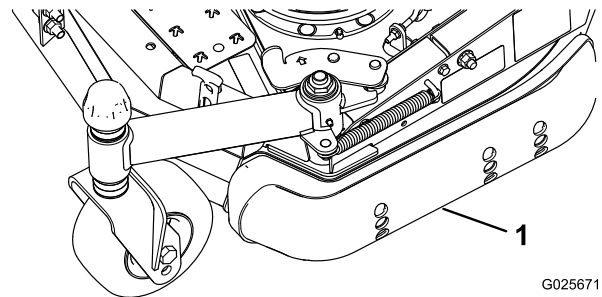

Figure 4
3. Desserrez la vis à l'avant de chaque patin. (Figure 4).